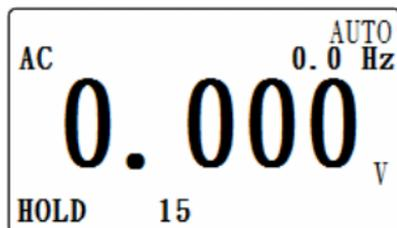

Imagen 1 (5-7)
- * Si al pulsar la tecla REC (3-6, Imagen 1) se muestra "NO DISK" en la esquina inferior izquierda, significa que no hay ninguna tarjeta microSD en su *slot*. Pulsar de nuevo la tecla REC (3-6, Imagen 1) para que el aviso desaparezca de la pantalla.